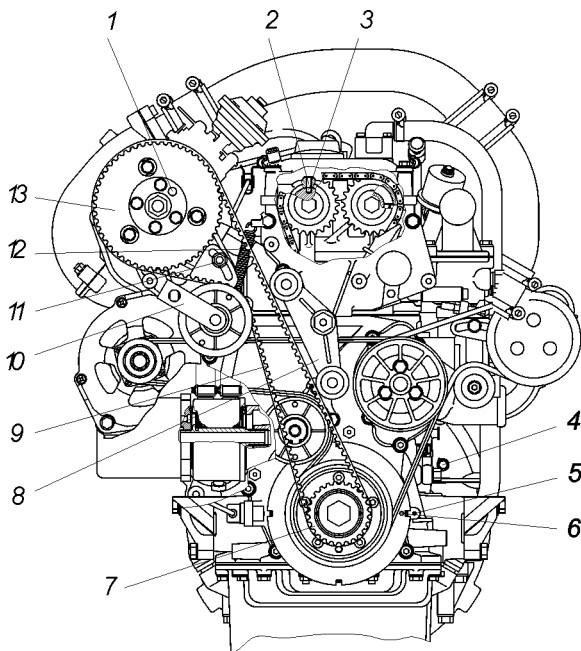

Рис. 9.34. Расположение меток и отверстий под штифты для замены ремня привода ТНВД:
- поверните коленчатый вал до совпадения метки 6 (рис. 9.34) на роторе датчика положения коленчатого вала с указателем 5 ВМТ на крышке цепи;